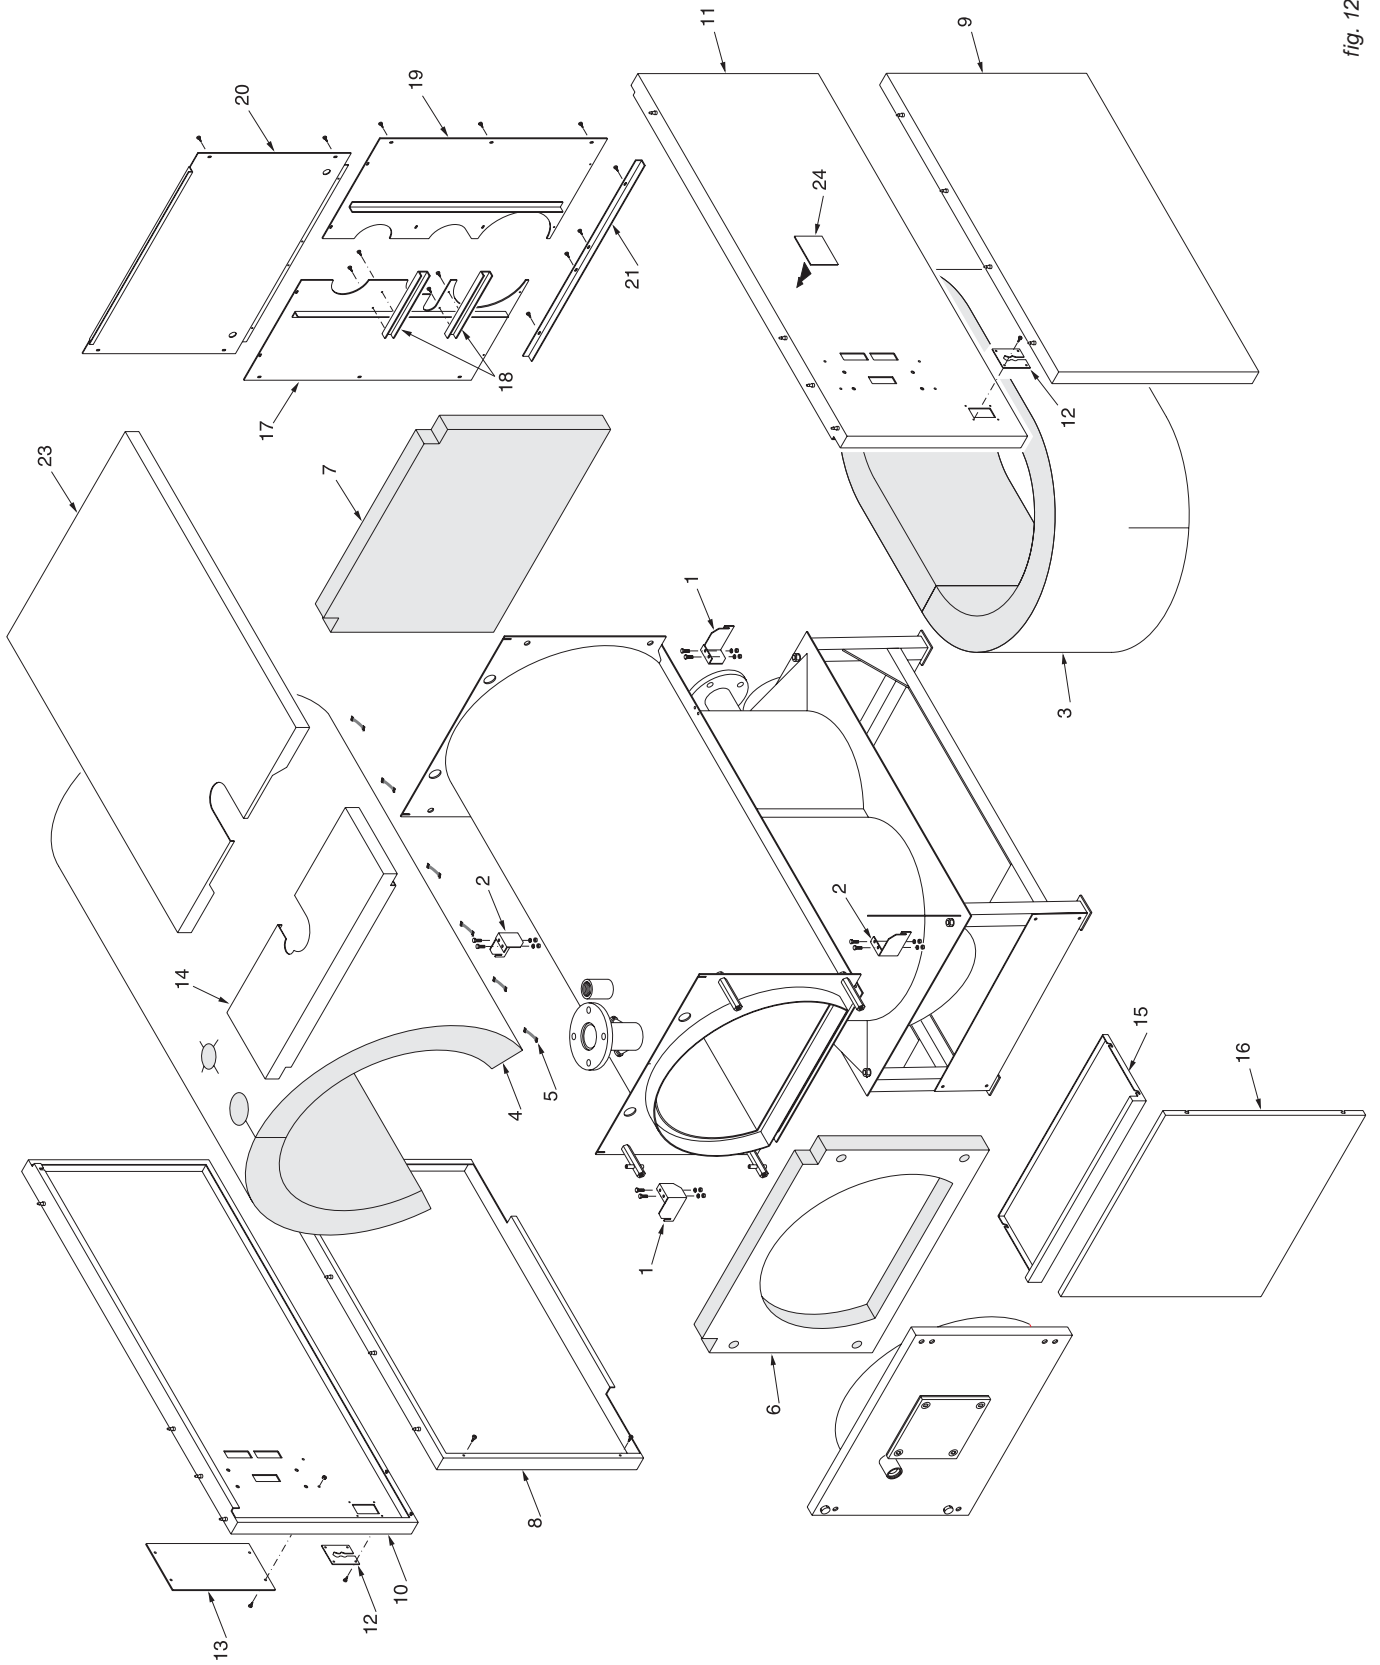

fig. 12
N.B. Pour les modèles compris entre les **INOXIA GJ 150** et **INOXIA GJ 350** (voir la fig. 12), les panneaux de l'habillage et le manteau isolant de la chaudière sont contenus dans 2 cartons marqués :
N.B. Pour les modèles compris entre les **INOXIA GJ 450** et **INOXIA GJ 1000** (voir la fig. 12), les panneaux de l'habillage et le manteau isolant de la chaudière sont contenus dans 3 cartons marqués :
Séquences de montage (voir la fig. 12) :